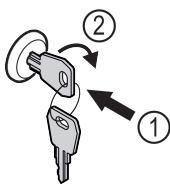

Fig. 123
- Вдавити ключ. Fig. 123 (1)
- Повернути ключ на 90° за годинниковою стрілкою. Fig. 123 (2)